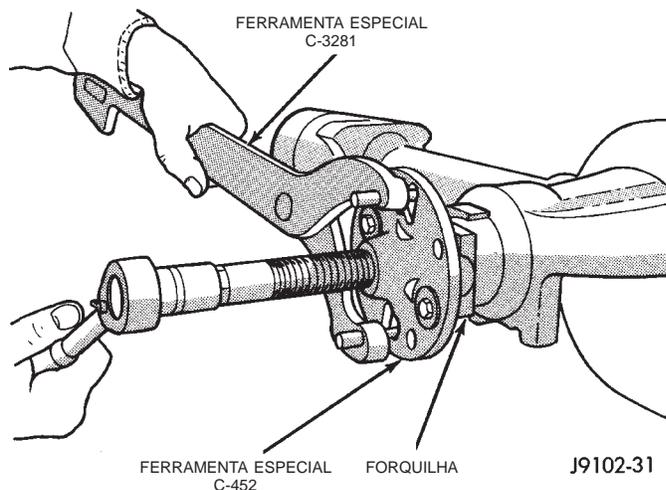

Fig. 6 Remoção da Forquilha do Pinhão
(1) Eleve e apoie o veículo.
(2) Remova a placa deslizante, se assim equipado.
(3) Marque o eixo propulsor da C/V e os flanges do eixo, para usar como referência de alinhamento na instalação.
(4) Remova os parafusos que prendem os eixos propulsores aos semi-eixos.
(5) Separe o eixo propulsor dos semi-eixos.
(6) Marque a árvore de transmissão e a forquilha do pinhão, para usar como referência de alinhamento na instalação.
(7) Remova a árvore de transmissão da forquilha.
(8) Gire a engrenagem do pinhão três ou quatro vezes.
(9) Meça a quantidade de torque necessária para girar a engrenagem do pinhão com um torquímetro do tipo mostrador (pol.-lbs.). Registre a leitura do torque, para usar como referência na instalação.
(10) Utilizando o Suporte de Forquilha 6958, remova a porca do pinhão e a arruela.
(11) Utilize o Removedor C-452 e a Chave C-3281, para remover a forquilha do pinhão (Fig. 6).